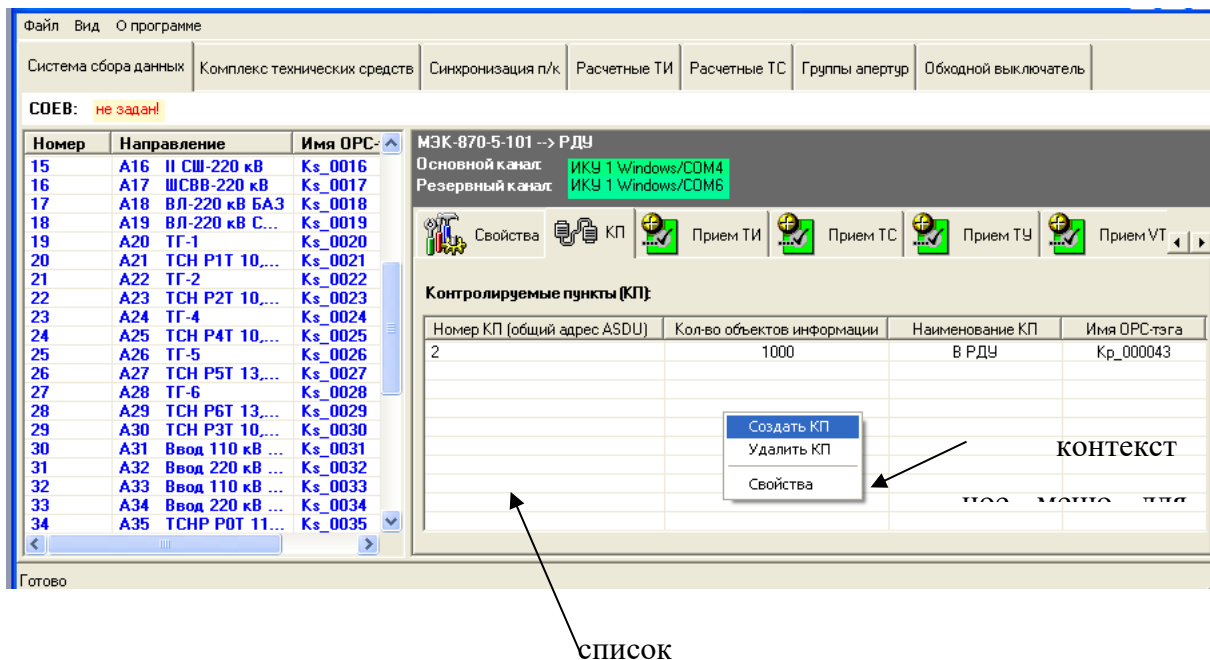

Рисунок 14. Закладка «КП» и контекстное меню для списка КП
- 1) Щелкните правой кнопкой мыши на списке КП (см. рисунок 14).